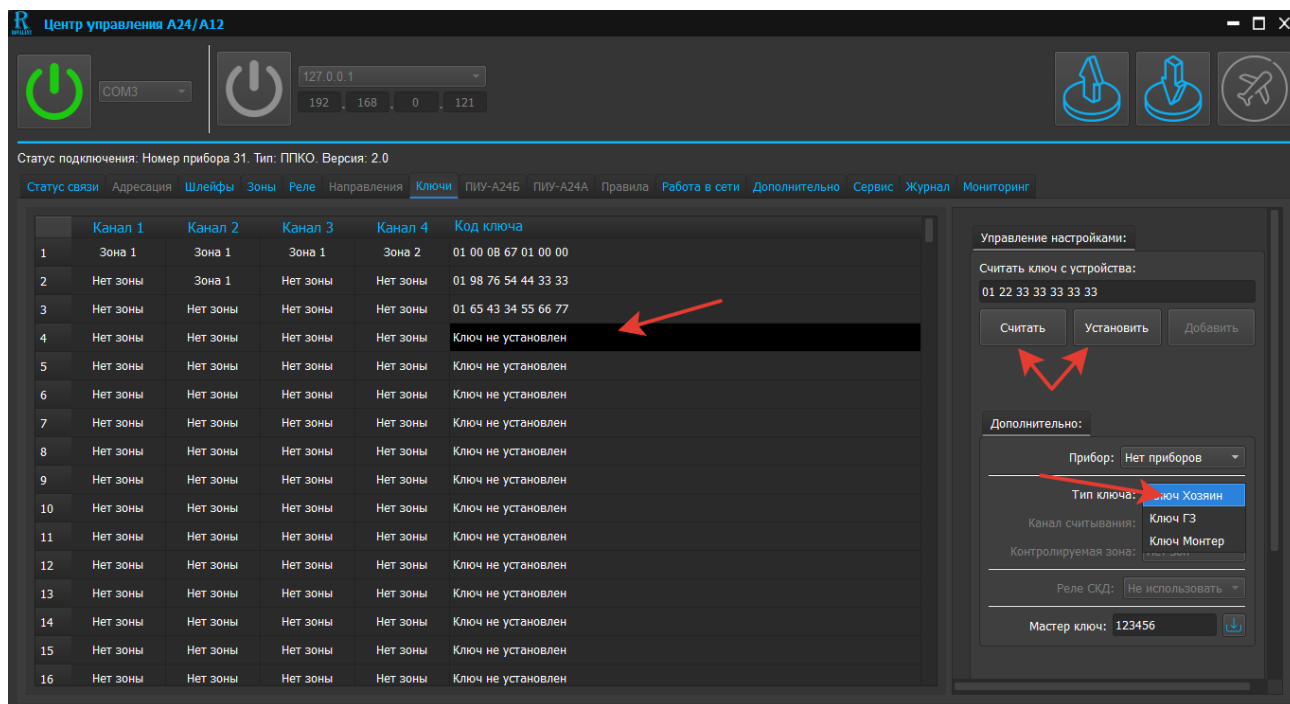

Рис. 53. Скриншот окна программирования ключей «Хозяин»
6.4.2 Программирование ключей типа «Хозяин» (см. рисунок 53)